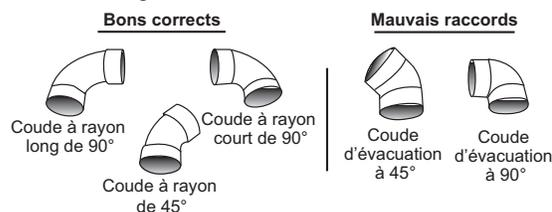

Figure 12. Raccords de tuyauterie corrects et incorrects
- Un maximum de 6 coudes peut être utilisé par tuyau. Utiliser uniquement des coudes à rayon court ou long. Voir les détails à la Figure 12.
IMPORTANT : Ne pas utiliser de coudes d'évent dans cette installation. Voir Figure 12.